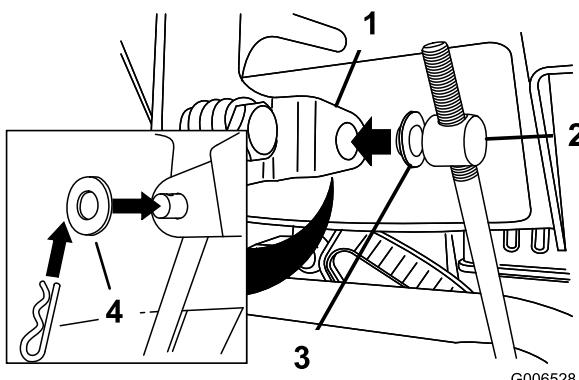

Figura 5
- Posizionate una rondella piana sul barilotto (Figura 5).
- Spingete in basso l'asta di comando della velocità ed inserite il barilotto nel foro della leva di selezione della velocità (Figura 5).
- B. Scollegate il barilotto dalla leva del selettore della velocità (Figura 5).
- C. Abbassate il barilotto sull'asta di controllo della velocità (senso orario) (Figura 5).
- D. Collegate il barilotto alla leva del selettore della velocità (Figura 5).